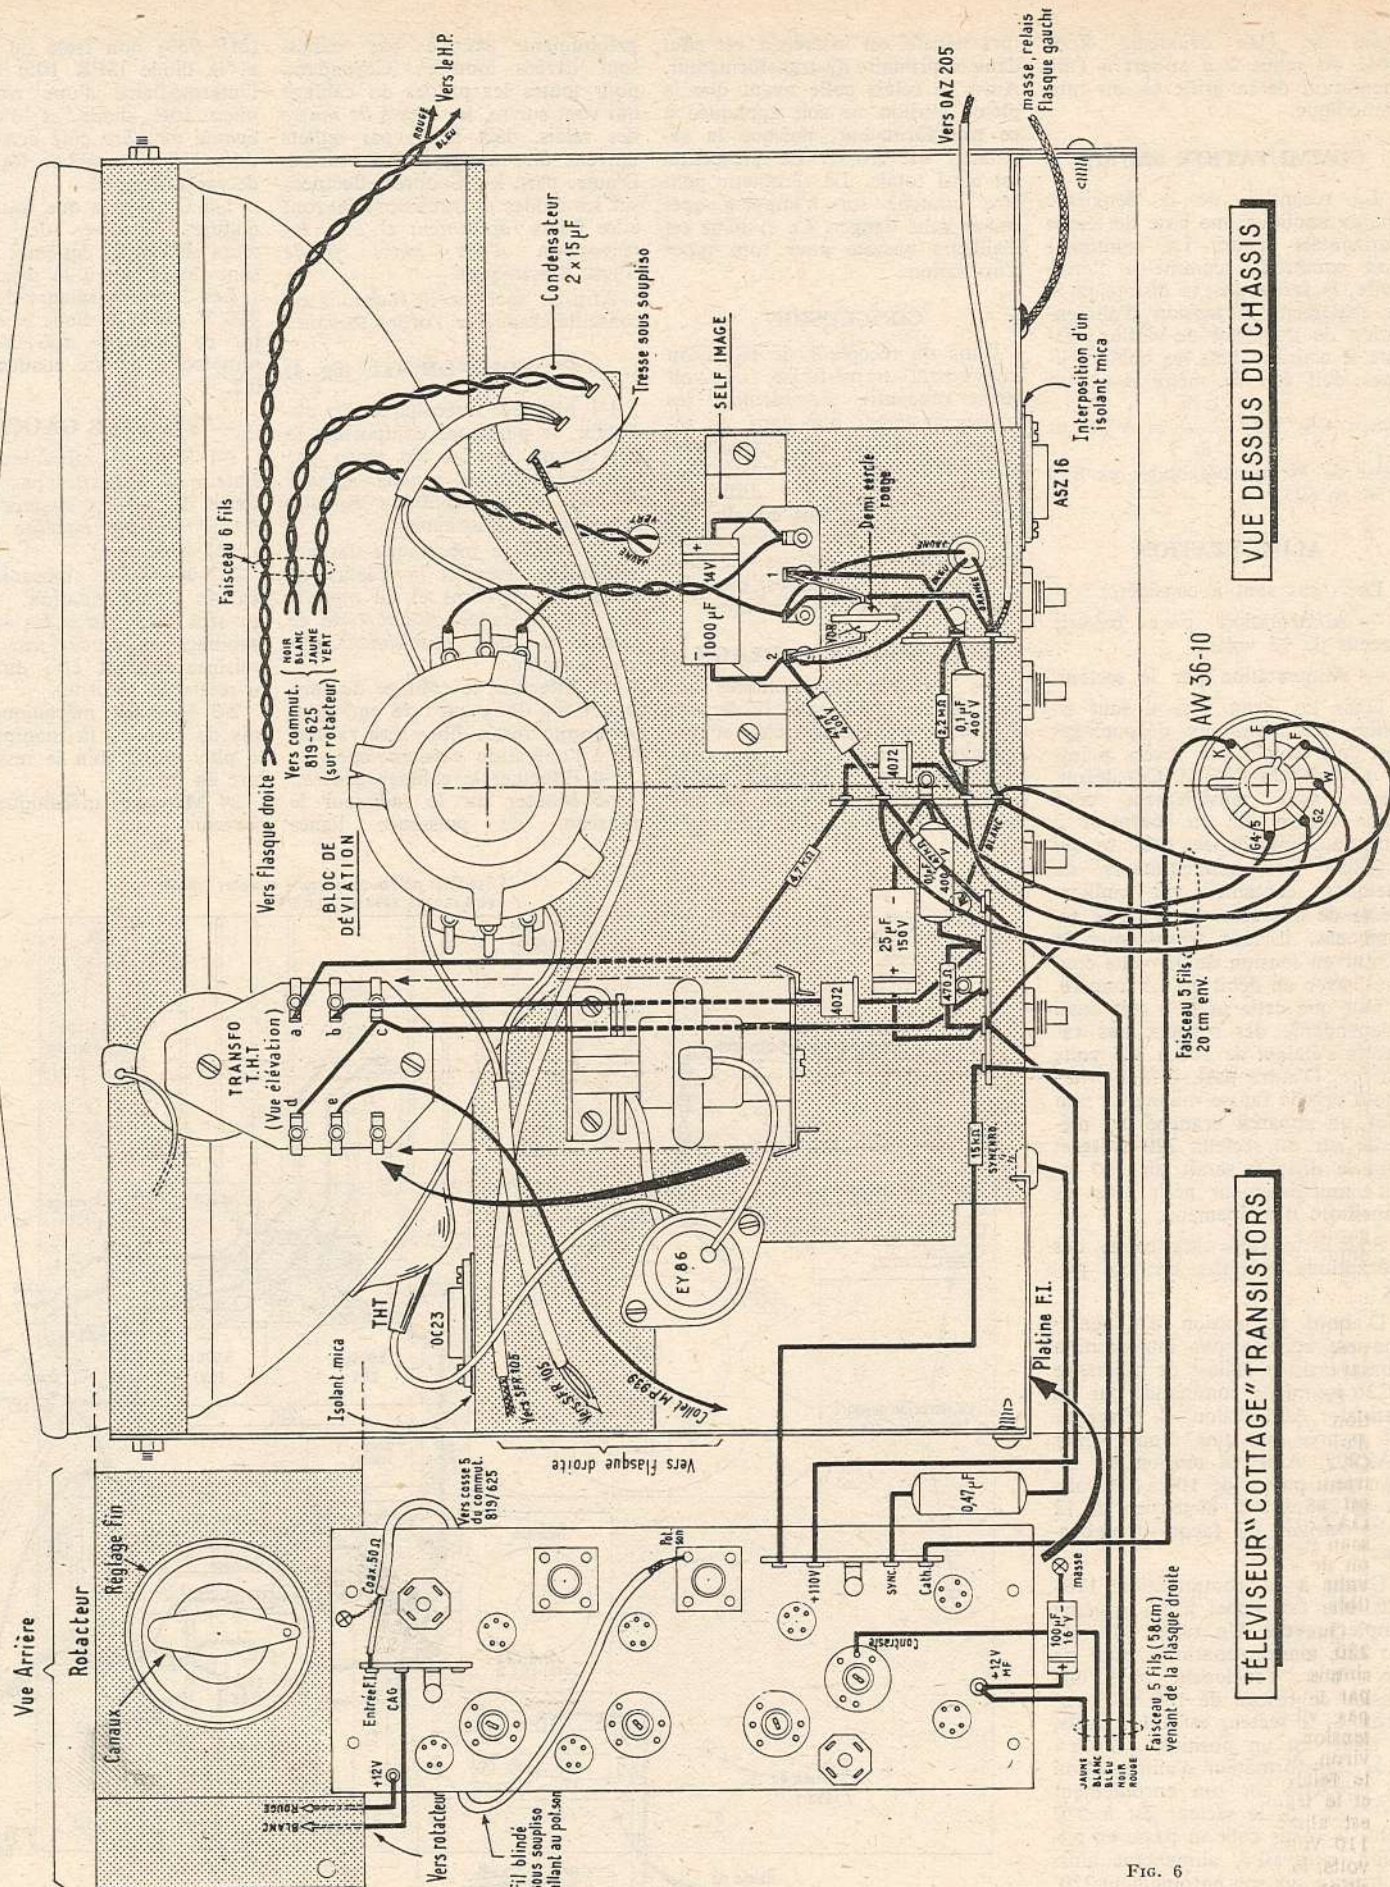

FIG. 6
3. — CHASSIS BASES DE TEMPS (fig. 6 et 7)